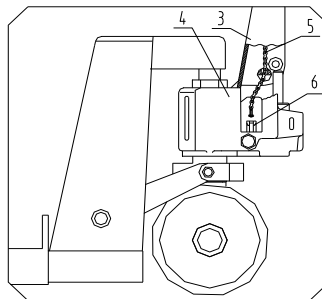
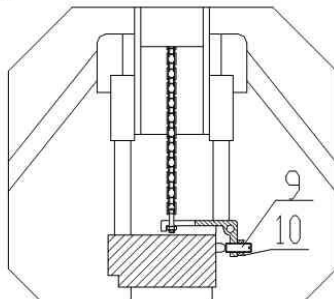

Рис.2
Рис. 5
2.1.3 Поверните штифт (2) и убедитесь, что ось большого отверстия штифта находится в вертикальном положении. Пропустите цель (5) рукоятки через среднее отверстие штифта (2). См. Рис. 2.
2.1.4 Возьмите гайку на конце цепи (5) и наверните ее на нарезку рычажного пальца (6). См. рис. 2 и рис. 5.
2.1.8 Если вилы опускаются сразу же после подъема, слегка поверните регулировочный винт 9 на рис. 5 против часовой стрелки. Поднимите тележку еще раз, чтобы убедиться, что подъем выполняется нормально. Если тележка не опускается (после подъема), слегка поверните винт по часовой стрелке. Убедитесь, что опускание выполняется нормально. Наружная шестигранная гайка (10) у винта (9) используется для фиксации. Ослабьте затяжку гайки до начала регулировки, и затяните ее по окончании регулировки.